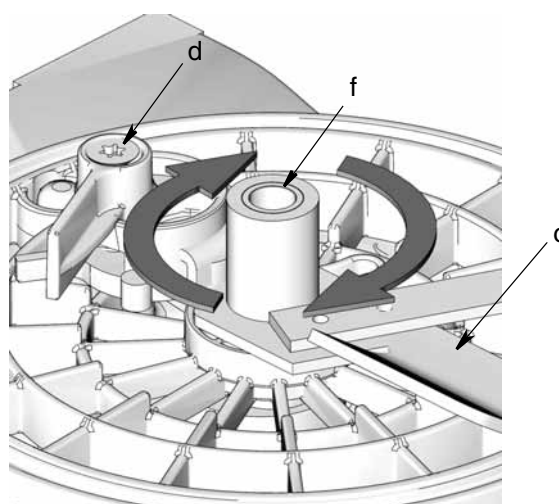

FIG. 5
- Ruotare la pala (c) **in senso orario** per allentarla e rimuoverla dalla base del G3 (FIG. 5).